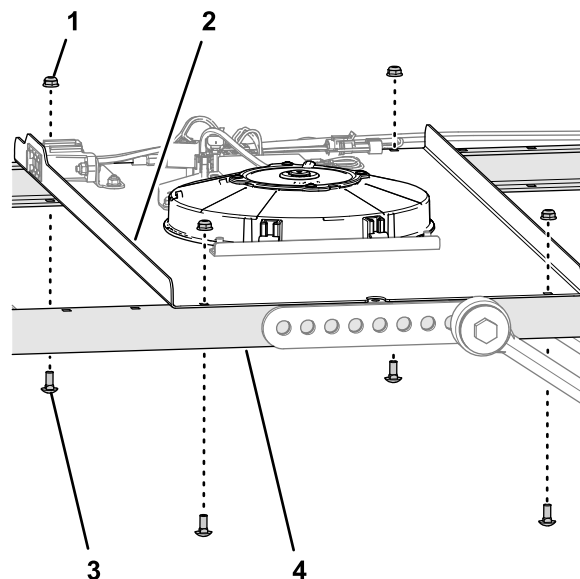

Figure 12
- B. Retirez les 4 boulons de carrosserie (1/4" x 5/8") et les 4 contre-écrous à embase (1/4") qui fixent le panneau de commande aux profilés droit et gauche du cadre (Figure 12).
contre-écrous (Figure 12) que vous avez retirés à l'opération 3.B